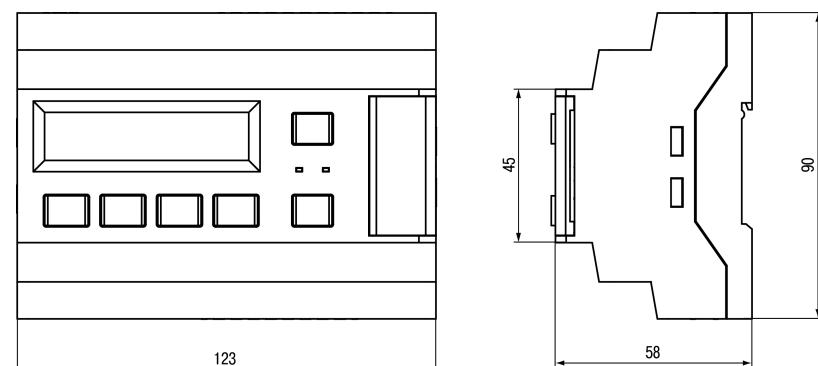

Рисунок 5.1 – Габаритный чертеж прибора
- Подготовить на DIN-рейке место для установки прибора в соответствии с размерами прибора (см. рисунок 5.1, 1).